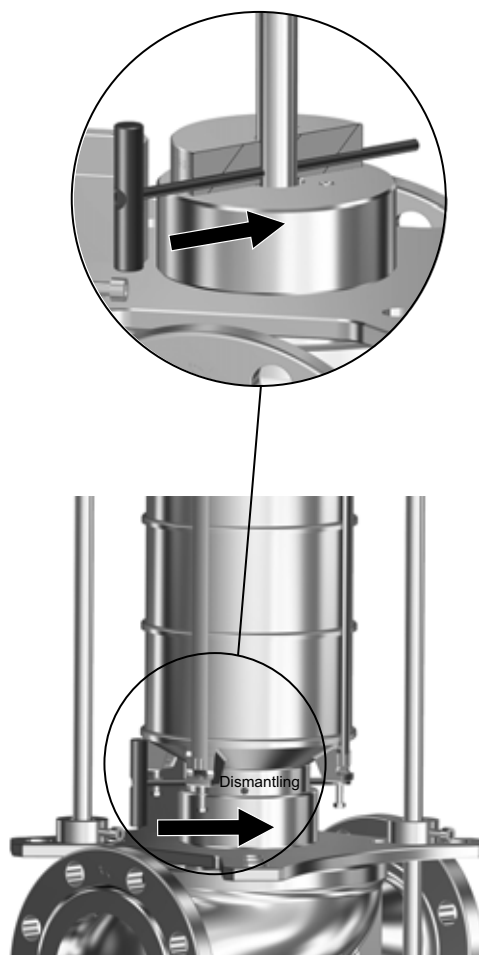

Рис. 23 Блокировка вала в приспособлении Н2
6. Совместите отверстие вала насоса с отверстием приспособления Н2 с обозначением «Dismantling» (Демонтаж). См. рис. 23.
7. Установите приспособление D в отверстие с обозначением «Dismantling» (Демонтаж). См. рис. 23.